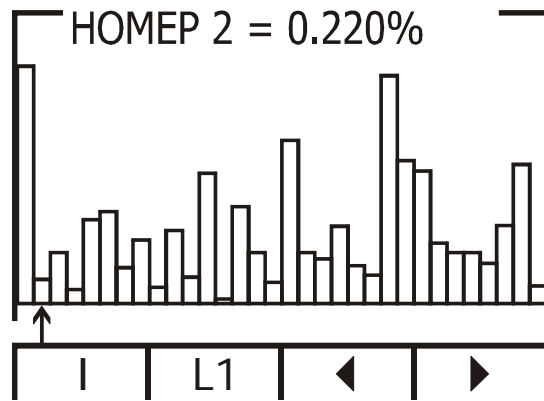

Рис. 35
3. Выберите пункт **Гармоники** и нажмите «Enter». На дисплей будет выведена гистограмма частотного спектра сетевого напряжения (рис. 35):